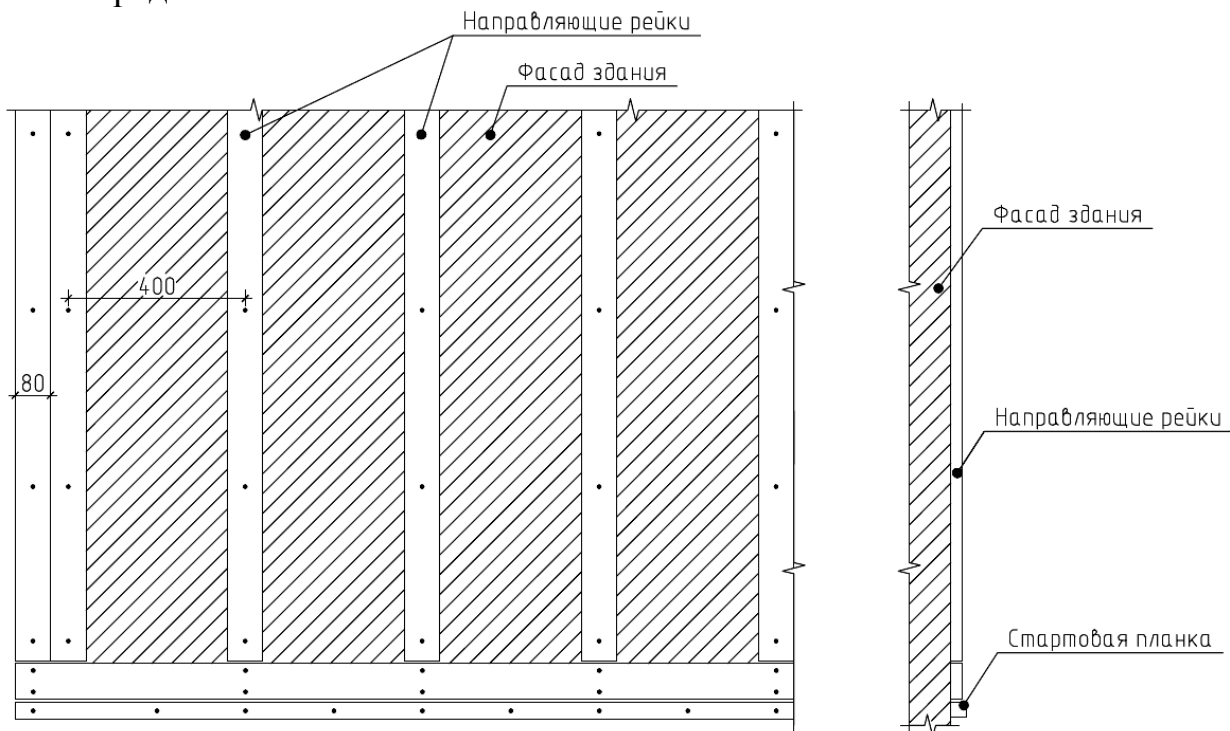
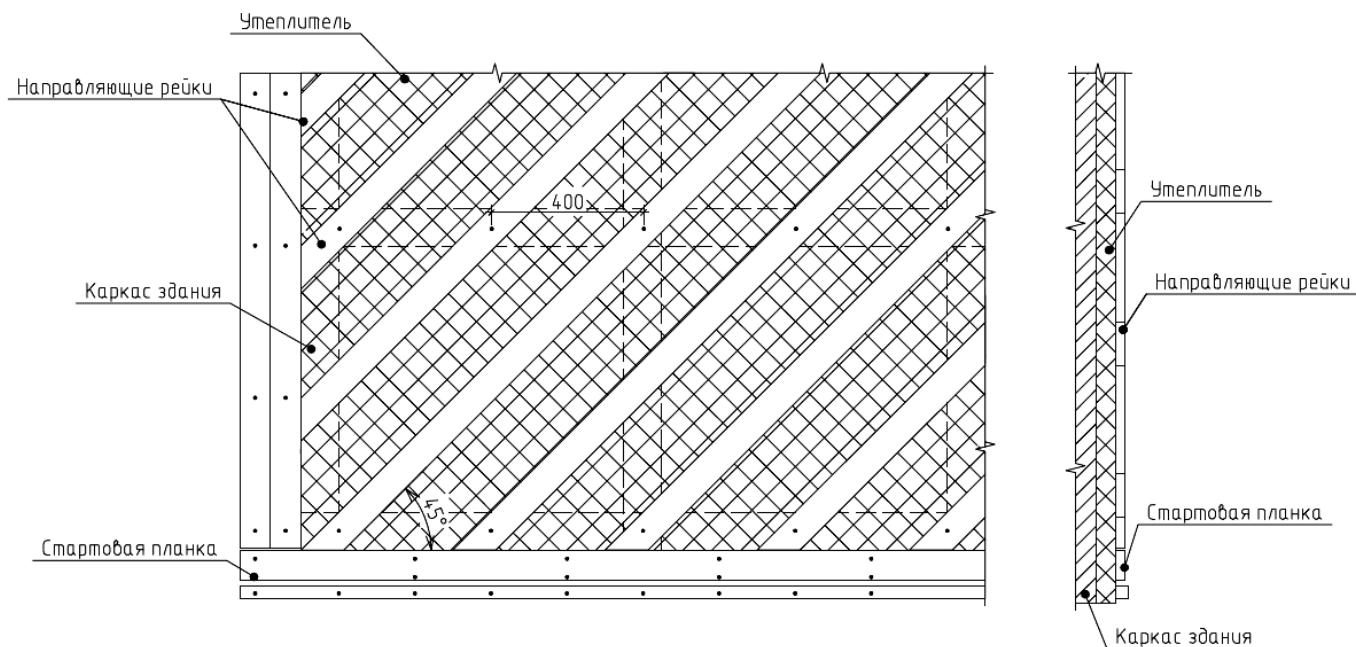

Рис.3.1.1.: схема установки стартовой планки и направляющих для сплошной стены
Рис.3.1.2.: схема установки стартовой планки и направляющих для каркасной стены с утеплителем
3.7. Способ крепления стартовой планки и направляющих выбирается в зависимости от конструкции стены. Варианты схем способов крепления представлены на Рис. 3.1.1 и Рис. 3.1.2